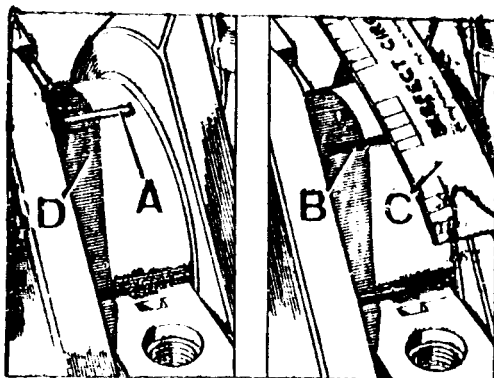

Fig. A3-100 Comprobación del juego entre los cojinetes y los muñones del cigueñal
- 1.10. Una vez ajustado el juego longitudinal se verificará el juego entre los cojinetes y los muñones del cigueñal. Colocar en cada muñón un trozo de plastigage, A (Fig. A3-100). Instalar todas las tapas, dándoles a los tornillos el -- apriete indicado. Desmontar nuevamente las tapas y medir el ancho, B, del -- plastigage con la escala impresa en la funda del citado producto. La medida -- obtenida deberá ser de 0,020 á 0,067.mm.